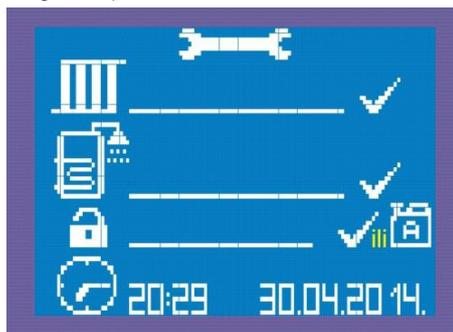

Figure 18 Position du symbole pour le choix du mode
- Le mode de fonctionnement antigel est décrit au 7.2.3 (Voir figure 18)